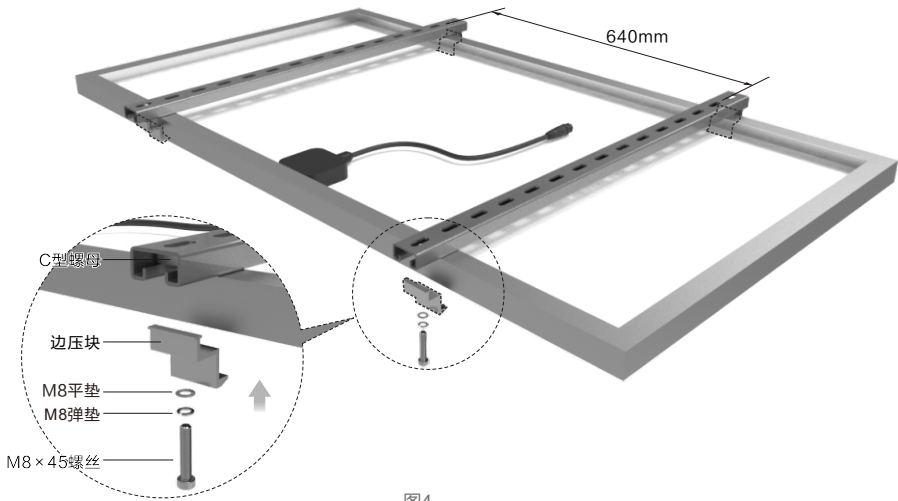

图4
- 2 使用4pcs边压件、M8×40螺丝，M8弹垫，M8平垫，边压块C型螺母将两横杆锁紧太阳能板边框，调整两横杆中心距离为640mm，并居中太阳能板。如图4。